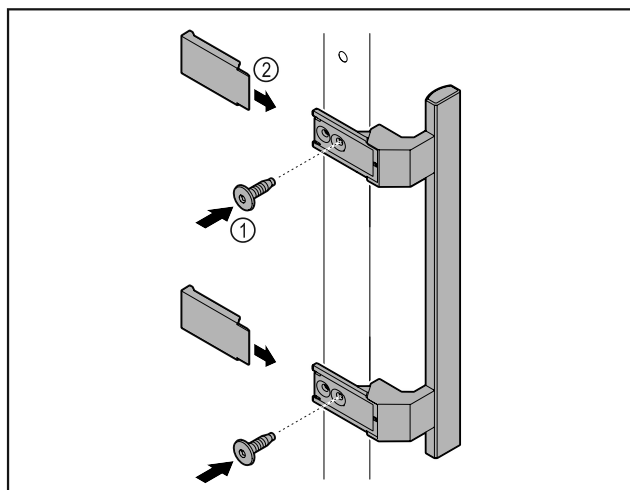

Fig. 7
- Τοποθετήστε τη λαβή από τη συσκευασία με τις βίδες Fig. 7 (1) στην πόρτα.
- Τοποθετήστε το κάλυμμα Fig. 7 (2).